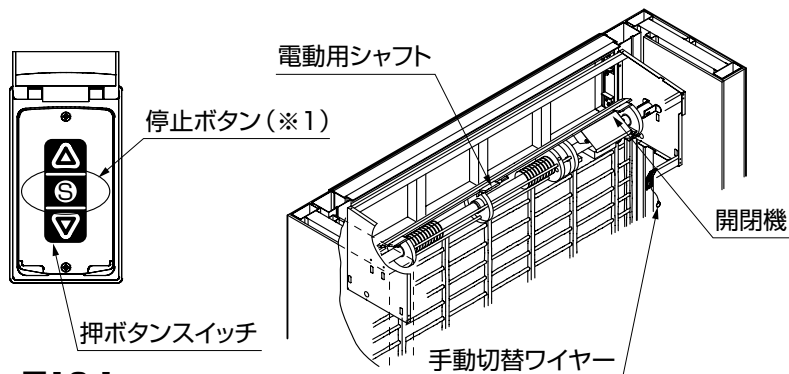

図12-1
②押ボタンスイッチの停止ボタン(※1)を5秒間押し続けてください。(図12-1参照)